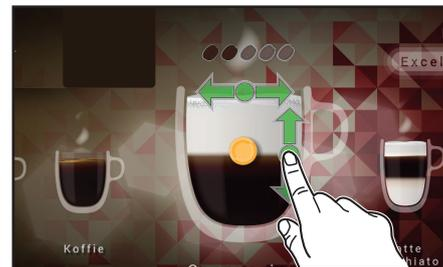

Fig. 4.6 - “Crea la tua bevanda” - intensità > rapporto
- **INTENSITÀ DELLA BEVANDA** - spostare il disco che si trova al centro della tazza a sinistra o a destra (i chicchi di caffè sono evidenziati e indicano l'intensità della bevanda) (fig. 4.6)
- **RAPPORTO DEGLI INGREDIENTI** (valido per le bevande miste) - spostare il disco in alto o in basso per regolare le quantità di ingredienti (fig. 4.6).